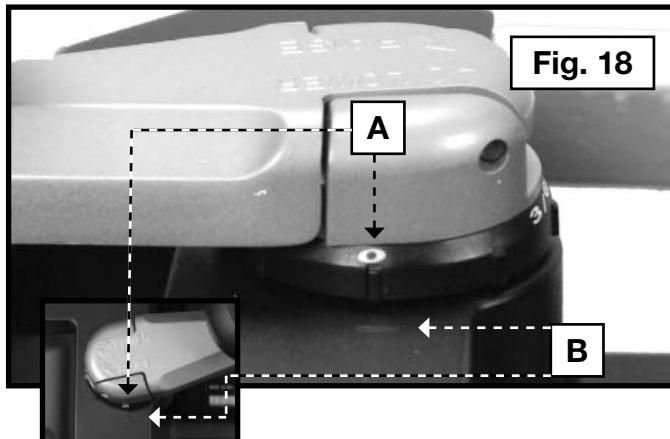

Fig. 18
La poignée de réglage du porte-lame comprend une bague de réglage (A) fig. 18. Utiliser la bague de réglage pour effectuer des réglages fins :
2. Aligner la flèche (B), fig. 18, avec la position zéro de la bague (A).